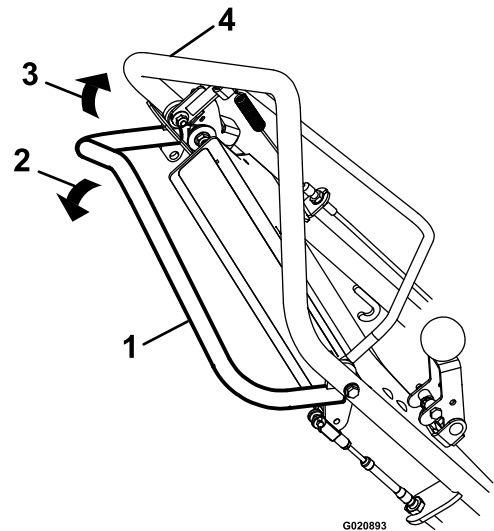

Bild 12
- Drücken Sie den Selbstantriebsbügel gegen den Holm, um vorwärts zu fahren (Bild 12).